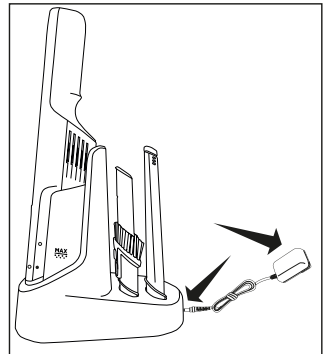
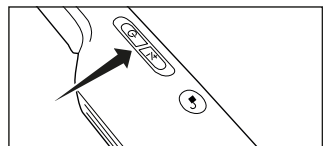

Fig. 2
Fig. 3
2. Collegare il caricatore alla stazione home/di ricarica e alla presa elettrica (Fig. 2). L'indicatore luminoso sull'aspirapolvere lampeggia in rosso quando la batteria è in carica. Quando l'indicatore luminoso diventa verde, la batteria è completamente carica (Fig. 3). Il tempo di ricarica è di circa 3 ore.